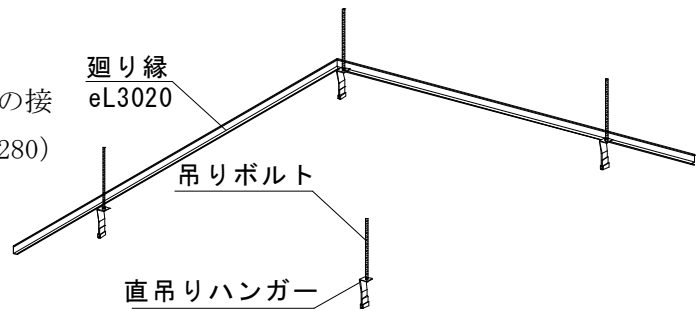

図2-6 Tバーの取付け①
- ① メインTバーをメインクロスTバーの接続位置 1,200×1,200mm (1,280×1,280) で直吊りします。(図2-6 参照)